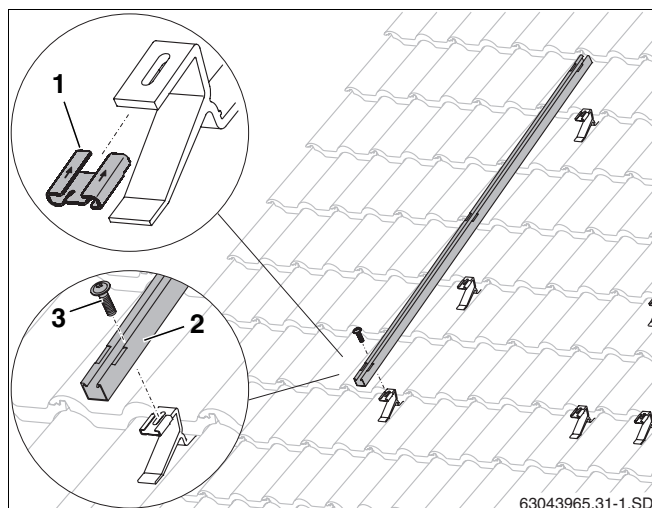

Fig. 29 Fijación del perfil de soporte para la carga de nieve
- Desplace la tuerca deslizante (fig. 29, **pos. 1**) sobre el gancho de tejado siguiendo el sentido de la flecha.
- Coloque el perfil de soporte de carga de nieve (fig. 29, **pos. 2**) sobre los ganchos de tejado y sujételo con tornillos M8 (fig. 29, **pos. 3**).